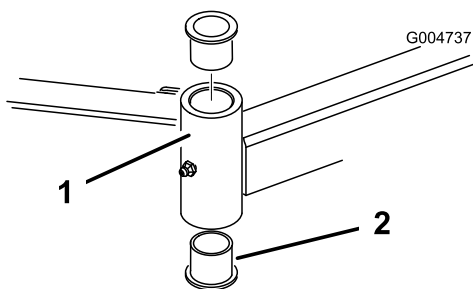

Figura 29
4. Inserite un punteruolo nella parte superiore o inferiore del tubo di fissaggio, e spingete la boccola fuori del tubo (Figura 29). Estraete dal tubo anche l'altra boccola. Pulite l'interno dei tubi di fissaggio.